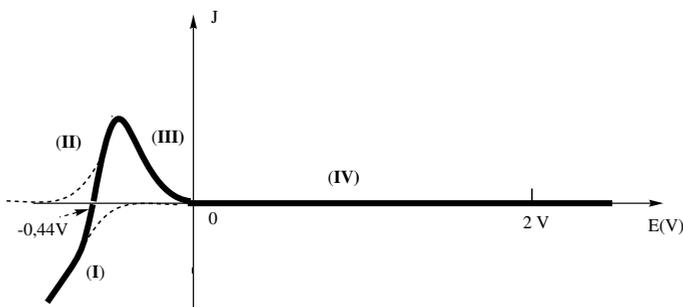

Figure 2. Courbe intensité-potentiel d'une électrode en titane
La courbe intensité-potentiel (Figure 2) représente l'intensité par unité de surface de titane (densité de courant)  $J$  en fonction du potentiel  $E$  imposé à l'électrode et mesuré par rapport à l'électrode standard à hydrogène. L'électrode en titane plonge dans une solution désaérée (sans dioxygène dissous) d'acide sulfurique de  $\text{pH} \approx 0$ .
2. À quoi correspondent les courbes en pointillé sur la figure 2 ?